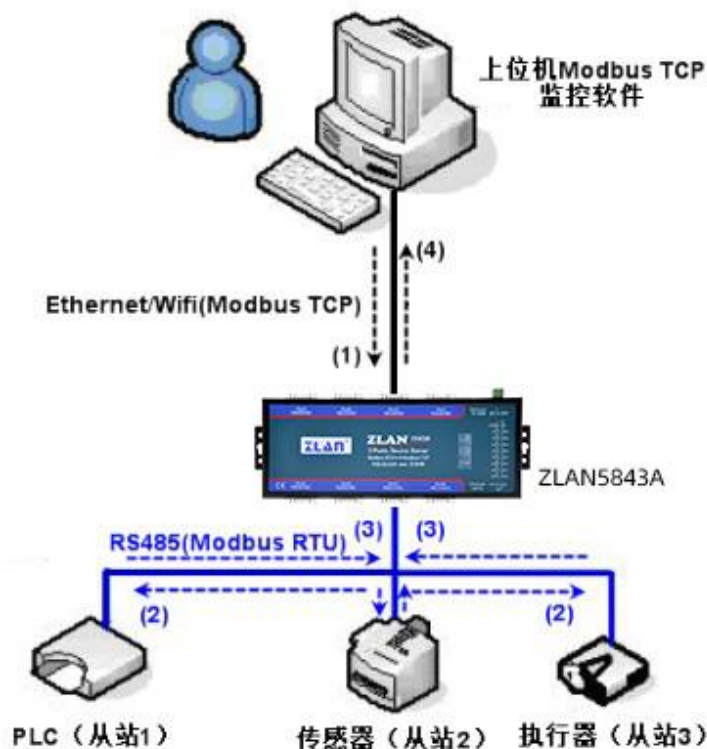

图 41 存储型 Modbus 网关工作方式
如图 41 所示: 普通的 Modbus TCP 数据流方向为 (1) → (2) → (3) → (4)。即先将 Modbus TCP 指令转化为 Modbus RTU 的对应指令, 然后设备应答 Modbus RTU 指令给 Modbus 网关, 然后 Modbus 网关再次转化为 Modbus TCP 发送给监控上位机。